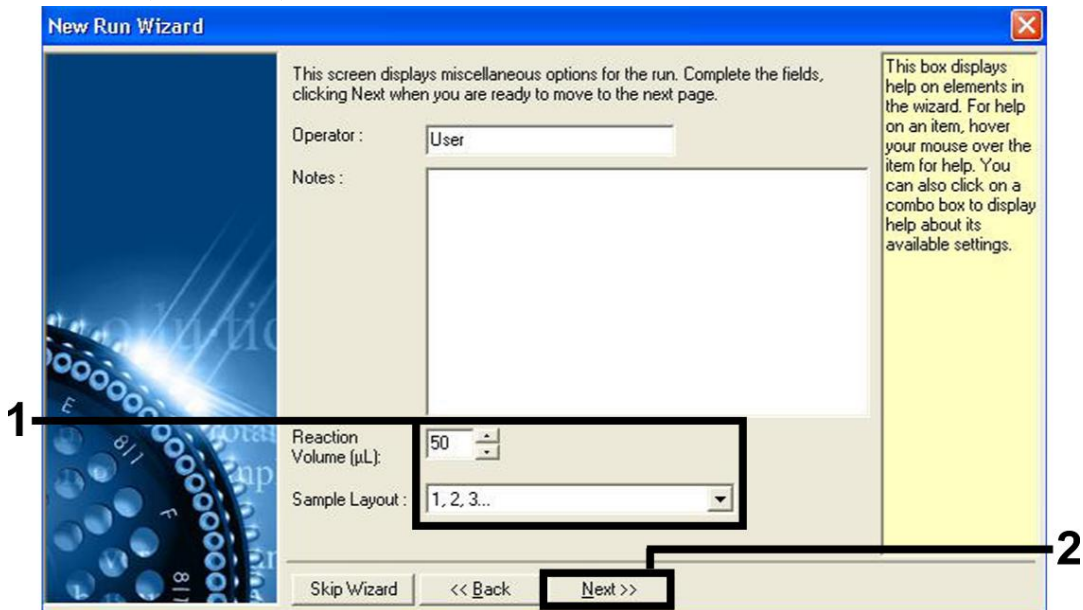

Figure 5 Définition des paramètres généraux d'analyse.
7. Sélectionner 50 pour le volume de réaction de la PCR et cliquer sur « Next » (figure 5).